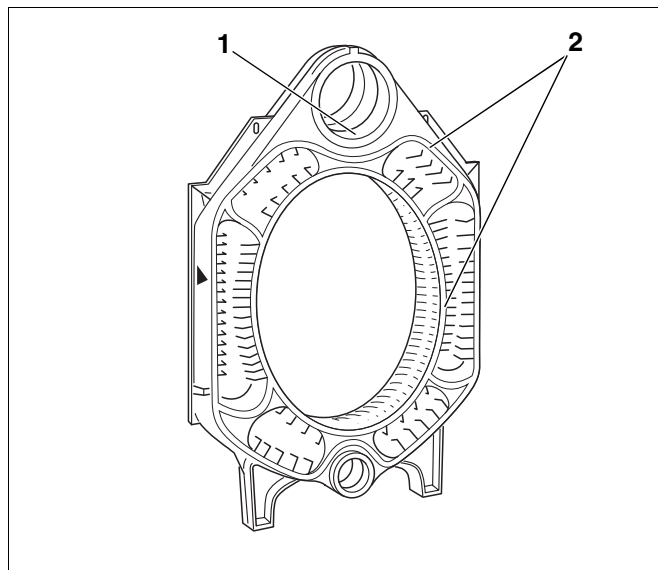

Fig. 17 Pregătirea elementului intermediar
- Suprafețele alezajelor se vopsesc cu miniu (fig. 17, **poz. 1**).
- Pe profilele de etanșare se aplică adeziv (grund adeziv) (fig. 17, **poz. 2**).